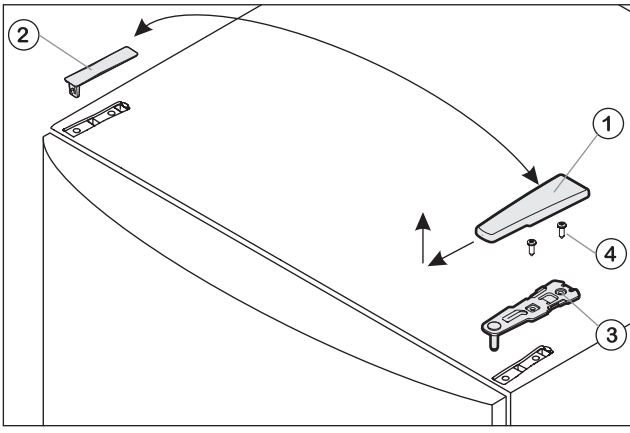

Fig.1
- Потяните крышку Fig. 1 (1) вперед и вверх.
- Снимите крышку Fig. 1 (2).
- Открутите верхний опорный кронштейн Fig. 1 (3) (2 шт. Torx® 25) Fig. 1 (4) и вытяните вверх.
- Установите верхний опорный кронштейн Fig. 1 (3) на новой стороне шарнира и защелкните в дверце.
- Привинтите верхний опорный кронштейн (с моментом 4 Нм) (2 шт. Torx® 25) Fig. 1 (4). При необходимости сделайте отверстия или используйте аккумуляторную отвертку.
- Наденьте и защелкните крышку Fig. 1 (1) и крышку Fig. 1 (2) на противоположной стороне снаружи.